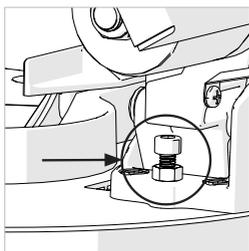

Fig. 31
- Desaperte ligeiramente a porca de aperto do parafuso de ajuste do marcador de ângulo do beisel de 0°. (**Fig. 31**)